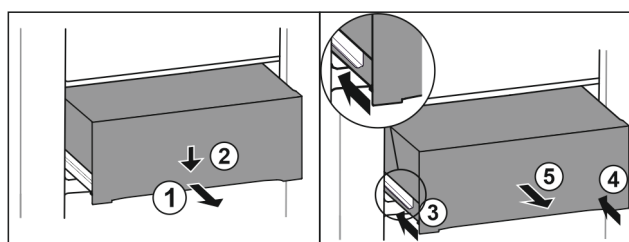

Fig. 185
- Zásuvku napůl vytáhněte. Fig. 185 (1)
- Stlačte zásuvku na přední straně dolů. Fig. 185 (2)
- Zasuňte levou kolejničku přibližně do 2 cm. Fig. 185 (3)
- Zasuňte pravou kolejničku přibližně do 2 cm. Fig. 185 (4)
- Vyjměte zásuvku dopředu. Fig. 185 (5)